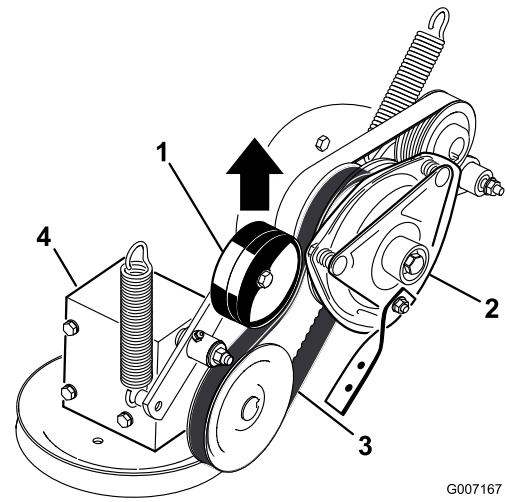

Bild 52
5. Ziehen Sie an der gefederten Spannscheibe für den Zapfwellentreibriemen und nehmen Sie den Riemen von der Kupplungsscheibe ab (Bild 52).
17. Ziehen Sie an der gefederten Spannscheibe für den Zapfwellentreibriemen und befestigen Sie diese an der Kupplungsscheibe (Bild 52).